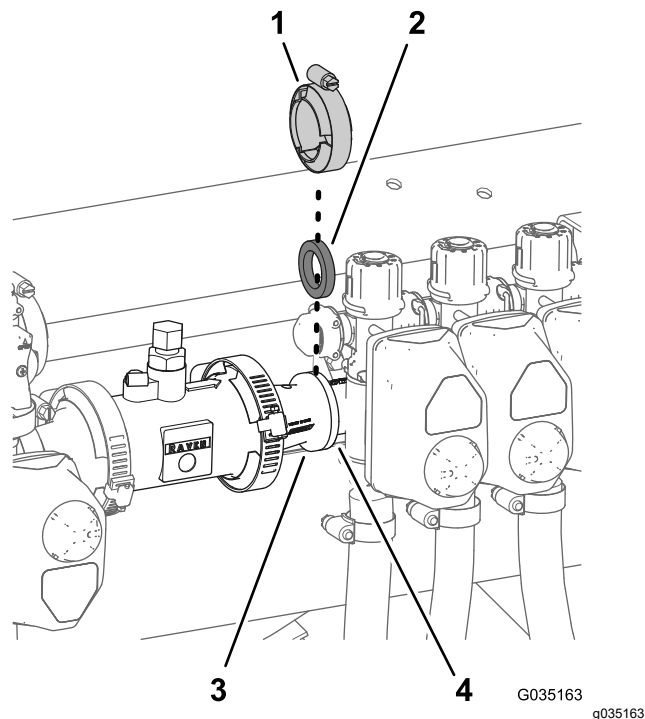

Figura 36
3. Para máquinas **con** el sistema de fumigación ExcelaRate, retire la abrazadera de breda y la junta que sujetan el adaptador reductor a la válvula de sección del brazo izquierdo (Figura 36).